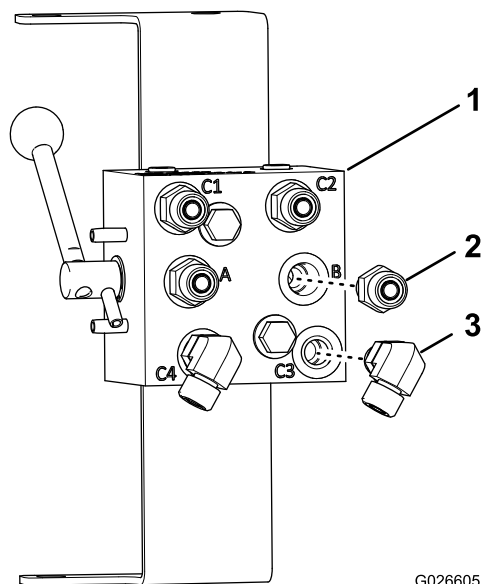

Figura 2
2. Avvitare un raccordo idraulico a 90° (3/8 poll. maschio/maschio) e stringetelo manualmente nella porta C4 e un altro raccordo idraulico a 90° nella porta C3 della valvola selettoria (Figura 2).
3. Avvitare 4 raccordi idraulici diritti (3/8 poll.) nelle porte C1, C2, A e B (Figura 2).